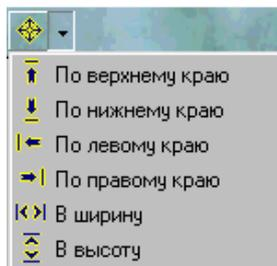

Рис. 2.6
- **Выравнивание графиков** - обеспечивает автоматизацию операций по расположению диаграмм и форм на экране (рис.2.6);
После того как диаграмма создана, может появиться потребность изменить ее внешний вид. Для этого предназначены две оставшиеся иконки (третья и четвертая слева на рис.2.6) на Панели инструментов (п.п. 4.2.3.1.2). Предварительно необходимо щелчком левой кнопки мыши сделать активной ту диаграмму, свойства которой будут изменяться. Нажав на иконку с названием **Скрыть/Показать дерево диаграммы** получаем доступ ко всем тем действиям, которые выполнялись на третьем этапе работы "Мастера диаграмм", только вместо кнопки **Свойства** следует нажимать на иконку Панели инструментов с изображением гаечного ключа (рис.2.12-14).